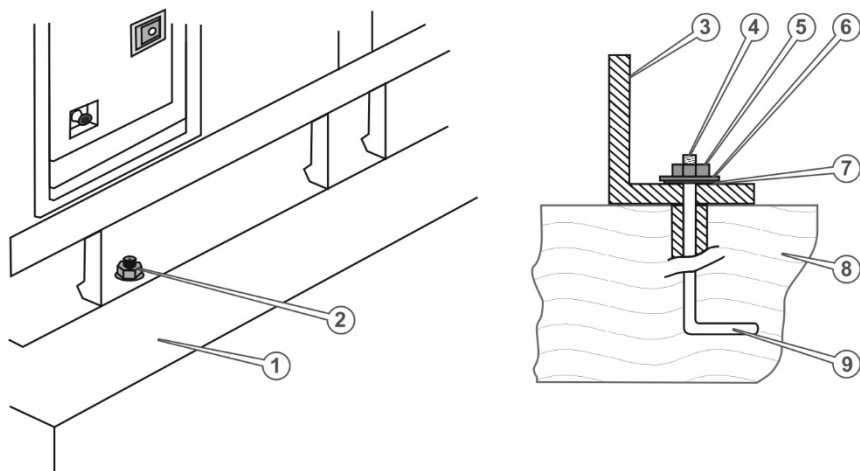

Рисунок 9. Монтажна схема виробів на фундаменті.
5.1.2 Монтаж генераторної установки на фундаменті (рис. 9, 10 табл. 7), вказівки щодо зменшення шуму або вібрації.